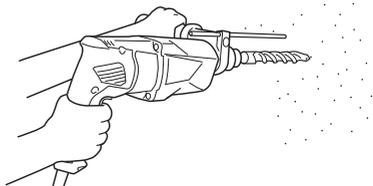

图 7
(1) 安装钻头。
(2) 将钻头尖端放在钻孔位置, 然后拉动触发开关。(图 7)
(3) 使用锤钻进行作业时, 不需要用力推压。只要稍加按压, 让钻碎的粉尘徐徐排即可。
钻头碰到建筑物的钢筋时会立即停止转动。但锤钻又将随即转动 (如图 7), 因此, 必需握紧侧柄和操作柄。